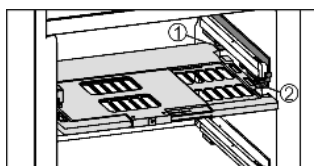

Fig. 13
▶ Установка пластины регулировки влажности: поперечные ребра крышки на пластине вставить через низ в задний держатель Fig. 13 (1) и защелкнуть спереди на держателе Fig. 13 (2).